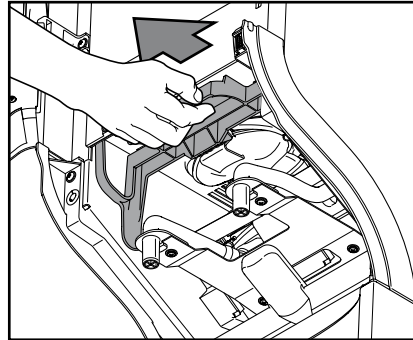

Fig. 37
- c. Træk i udløsningsstangen for at udløse hele blandeskålen (fig. 37).